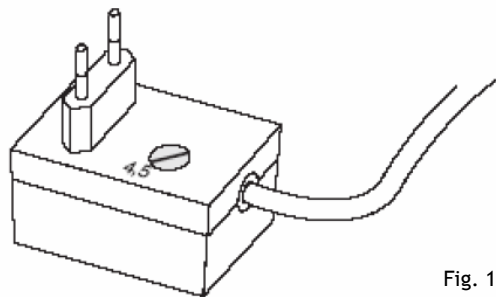

Fig. 19
- 1) Controleer of de adapter is ingesteld op de juiste spanning (4,5 Volt). Stel, indien noodzakelijk, de netadapter in op de juiste spanning (zie fig.19). Sluit de netadapter aan op het ontvangstkastje.